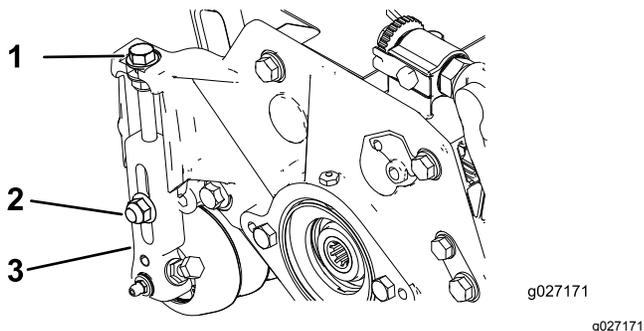

Figura 15
1. Desaperte as porcas de bloqueio que fixam os braços da altura de corte às placas laterais da unidade de corte (**Figura 15**).